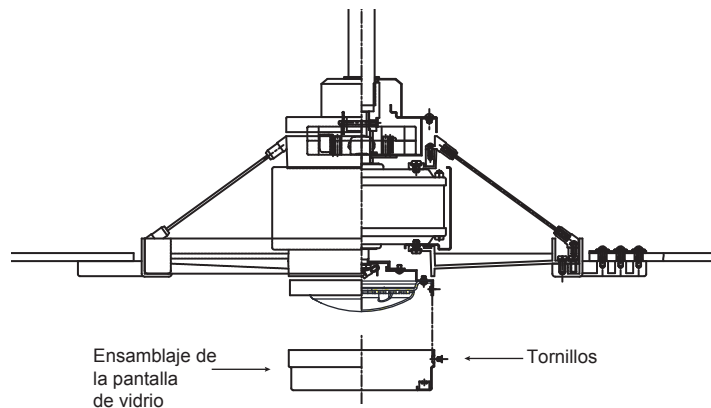

Fig. 18
Paso 4. Levante la pantalla de vidrio contra la placa de iluminación y asegure ajustando los tres tornillos. (Fig. 18).